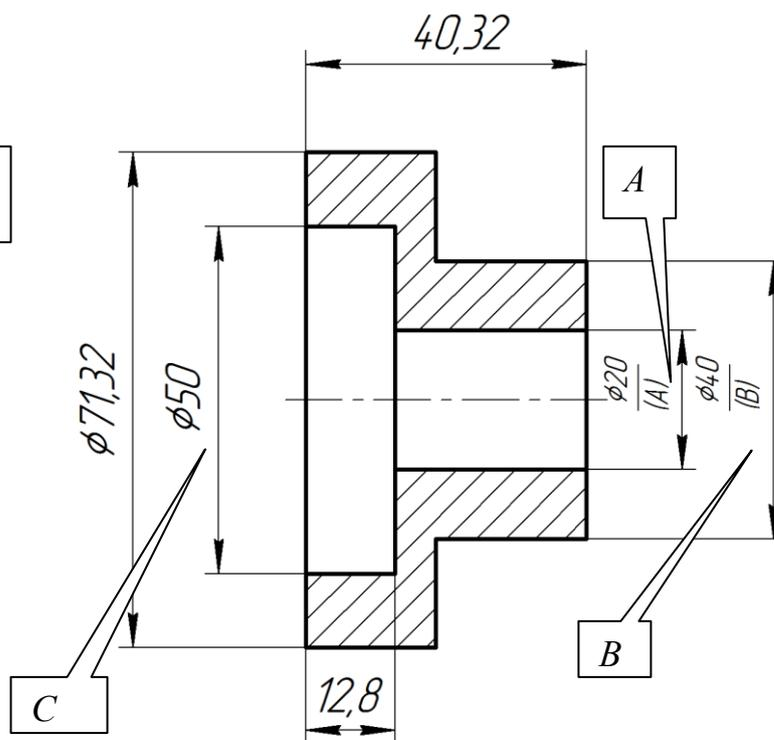

Рис. 5.9. Простановка размеров
22. Проставьте обычным образом линейные вертикальные и горизонтальные размеры детали, включая размеры **A**, **B** и **C** (см. рис.5.9).